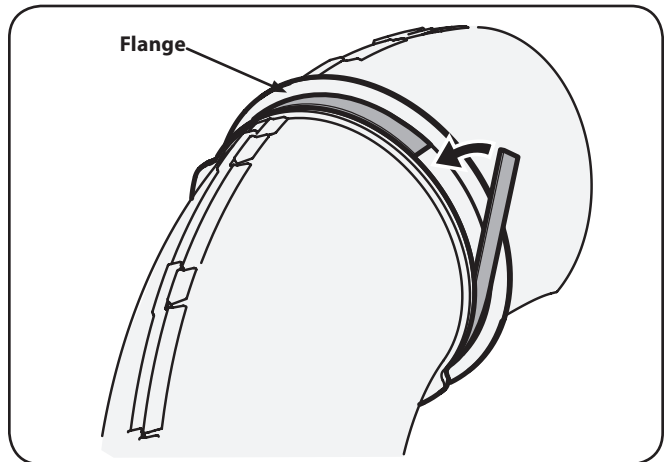

Figure 4-25
- Épluchez le dégagement de la bande de mousse auto-adhésives (721-04388) qui a été inclus avec votre collecteur d'herbe. Appliquez-le sur le plateau supérieur, à égalité contre la bride comme indiqué sur la Figure 4-25.